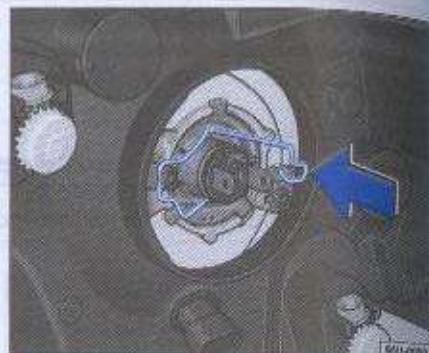

Fig. 137 Acceso a la lámpara de la luz de cruce / carretera
- Comprima el resorte de seguridad ⇒ fig. 137 en el sentido de la flecha y desplácela, para desatrabar la lámpara.